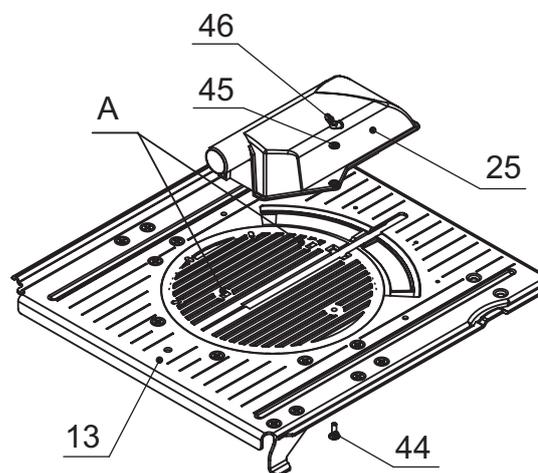

Рис. 15.
- Вдвиньте два левых выступа кожуха нижнего 25 (рис. 15) в соответствующие отверстия А, расположенные на основании 13 с левой стороны от прорези для пильного диска.